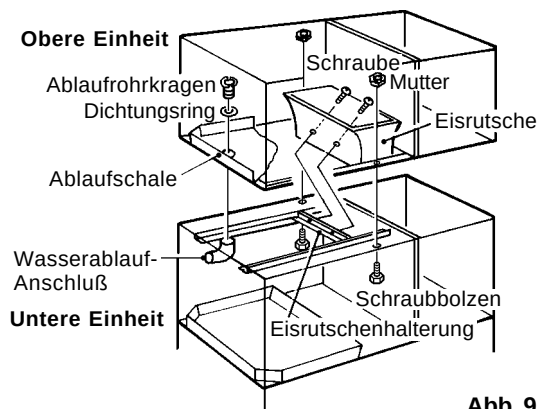

Abb. 9
- 11) Verbinden Sie die obere oder mittlere Einheit mit der unteren. Siehe Abb. 9.
- 12) Die zwei Einheiten mittels der mitgelieferten zwei Schraubbolzen und zwei Muttern sichern. Siehe Abb. 9.
- 13) Abflußloch der unteren Einheit mit dem Loch der Ablaufschale der oberen Einheit übereinander bringen. Dichtungsring (Zubehör für untere Einheit) einlegen und Ablaufrohrkragen (Zubehör für untere Einheit) befestigen. Siehe Abb. 9.